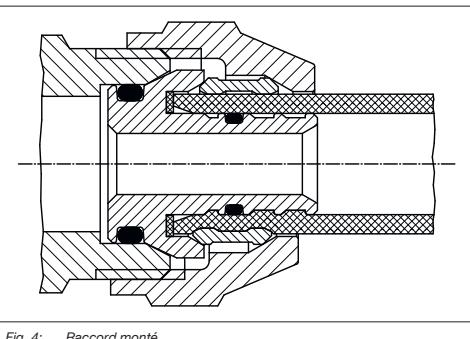

Fig. 4: Raccord monté
- ▶ Monter le raccord à serrage (voir Fig. 4).